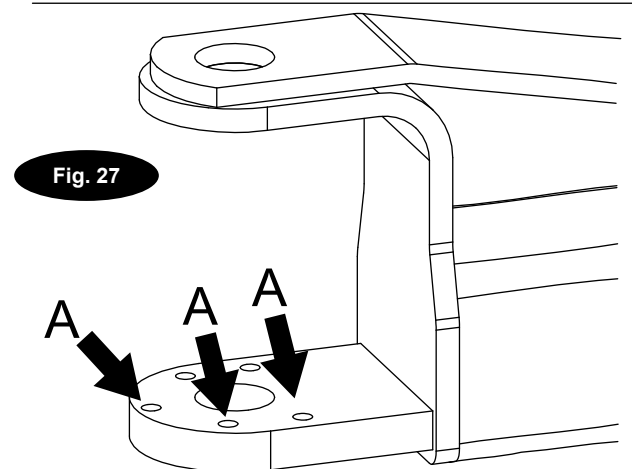

Fig. 27
Bracci con 5 fori nelle travi portanti: Installare quindi le (3) viti esagonali HHCS 3/8"-16NC x 1-1/2" L ((12) in totale per i (4) bracci) nella ruota dentata e nel braccio. Fare riferimento alla Fig. 26b e alla Fig. 27.
**21. Adattatori esterni:** Installare la staffa dell'adattatore all'esterno di ciascuna colonna utilizzando (2) viti a testa tonda appiattita 5/16"-18NC x 3/8". Quindi, aggiungere gli adattatori alla staffa come illustrato nella Fig. 27.